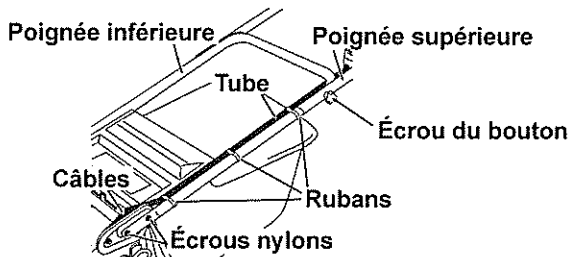

Fig. 2.
- 1 Installez la poignée inférieure sur la machine (avec quatre écrous nylons). (Voir Figs. 2, 3 et 4.)